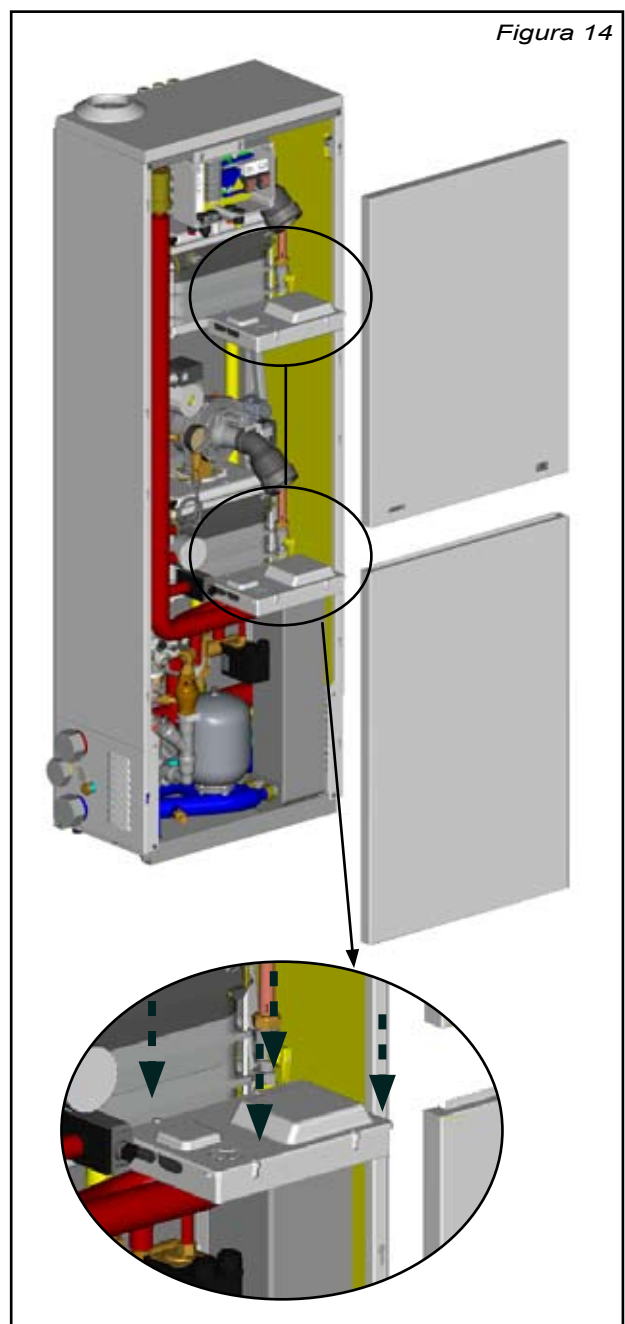

Figura 14
- 3) Ruotare il pannello verso il basso. Per facilitare le operazioni di manutenzione è possibile far scorrere il pannello usufruendo delle asole presenti sulla staffetta di sostegno pannello (come riportato in figura 14)